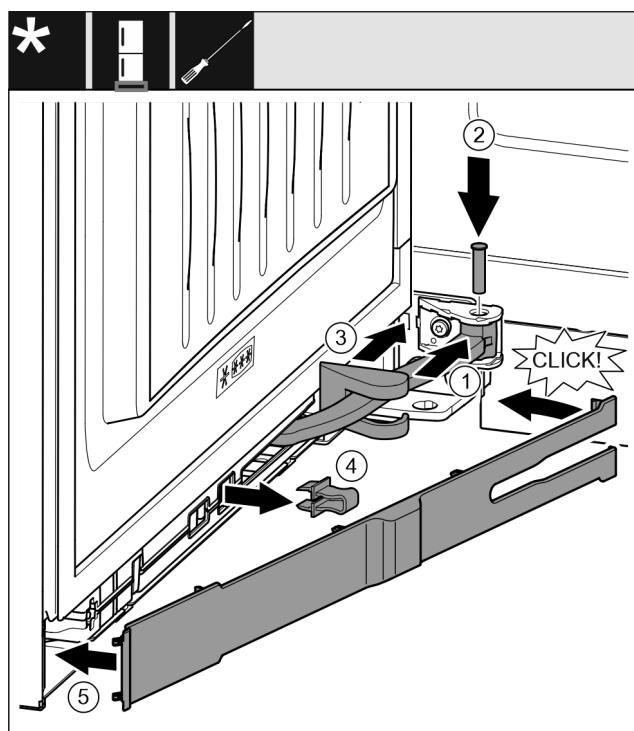

Fig. 53
- Tourner la jointure Fig. 53 (1) dans la fixation.
- Insérer l'axe Fig. 53 (2) dans la fixation et la jointure avec un tournevis. Veiller à ce que l'ergot soit bien en place dans la rainure.
- Faire glisser le cache du support de palier Fig. 53 (3) le long de la jointure et le monter au-dessus de la fixation.
- Retirer la fixation Fig. 53 (4).
- Placer le cache Fig. 53 (5) côté poignée et le faire basculer vers l'intérieur.